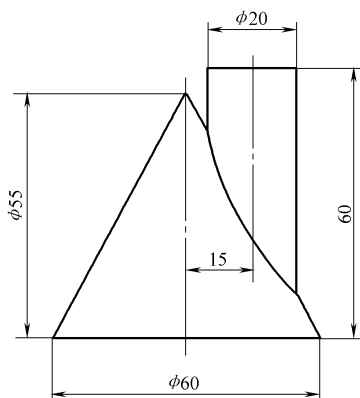

图 2-19
7. 图 2-19 所示为圆管直交圆锥，划出其相贯线并对插管和圆锥开孔分别进行展开。